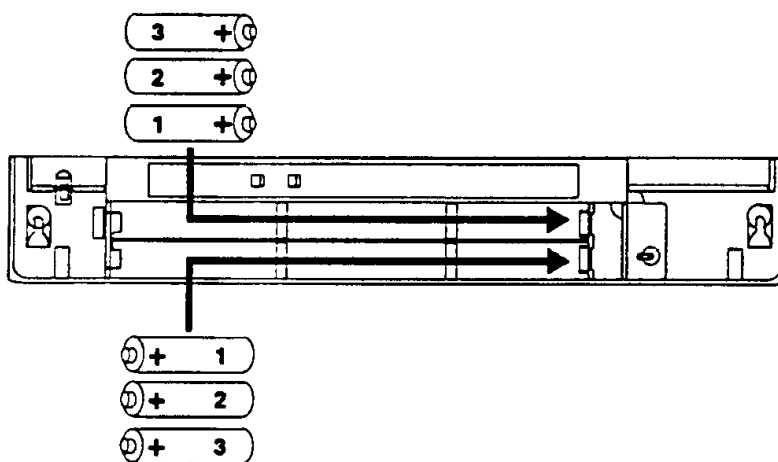

Figura 4. Polarità delle batterie e ordine di installazione
5. Inserire le nuove batterie nell'ordine e nel senso indicati in Figura 4.